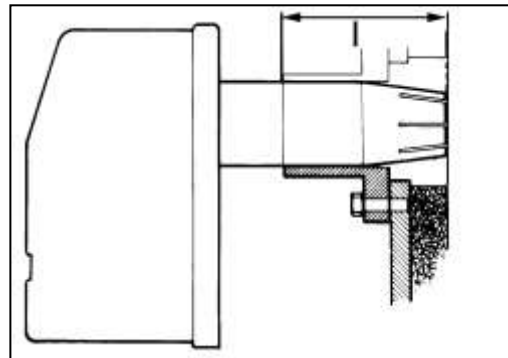

Bild 9
- 3.1. Bestimmen Sie den Abstand zwischen Isolation und der Vorderseite der Flanschöffnung mit Hilfe der untenstehende Tabelle und Bild 9;
- 3.3. Schieben Sie den Brenner vorsichtig soweit in die Öffnung hinein, bis die angezeichnete Abstand erreicht ist (siehe Bild 9).